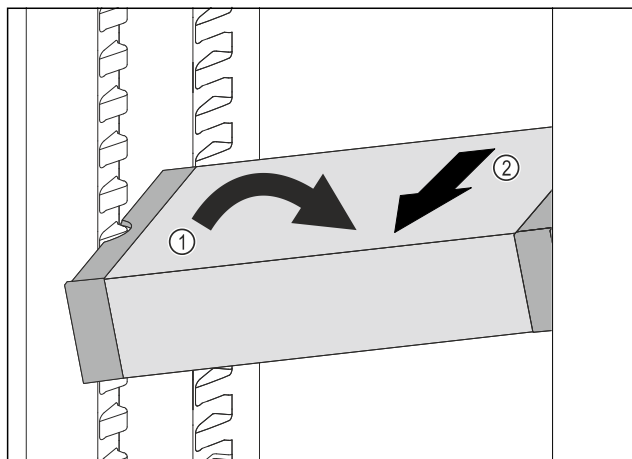

Fig. 83
- ▶ Ställ VarioSafe snett i kyldelen. Fig. 83 (1)
- ▶ Dra VarioSafe framåt för att ta ut den. Fig. 83 (2)